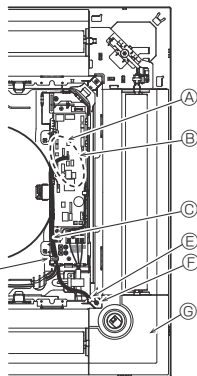
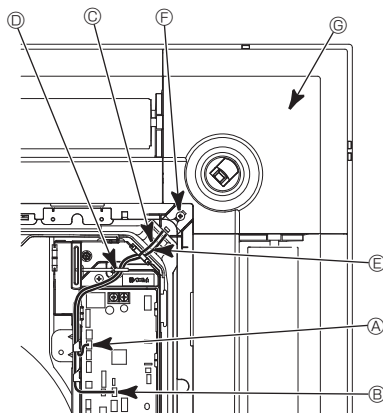
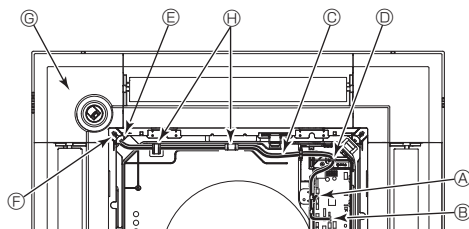

Fig. 6-10
Fig. 6-11
Fig. 6-12
6.5.1. Posición estándar (Fig. 6-10) y posición ② (Fig. 6-11)
- Tome los cables conductores CN4Z (blanco, de 4 polos) y CN5Y (blanco, de 5 polos) del panel angular del 3D i-see Sensor ③ desde el lateral de la caja eléctrica de la unidad, y conéctelos al conector del cuadro del controlador.
- El panel angular del 3D i-see Sensor debería fijarse en la rejilla ① con el tornillo ③.
6.5.2. Posición ① (Fig. 6-12)
[Fig. 6-10] [Fig. 6-11] [Fig. 6-12]